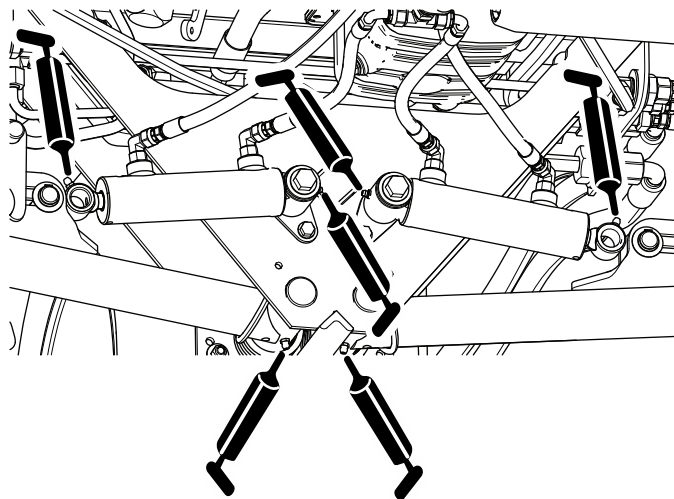

Figure 47
- Pivots de bras de levage arrière et vérins de levage (3 de chaque côté) ; voir Figure 47.